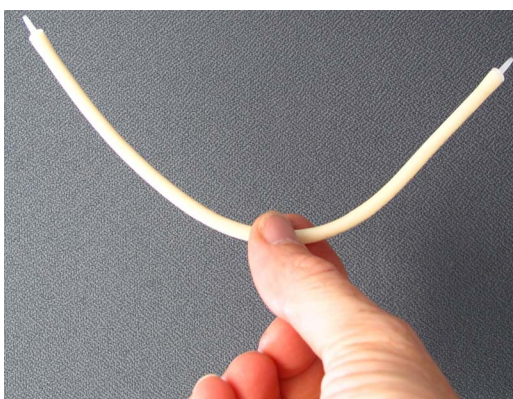

Abb. 5-15: Eigenkrümmung des Schlauchs
- 13 Heben Sie den neuen Pumpschlauch (PT) an, um seine Eigenkrümmung herauszufinden. Siehe Abb. 5-15,  90.